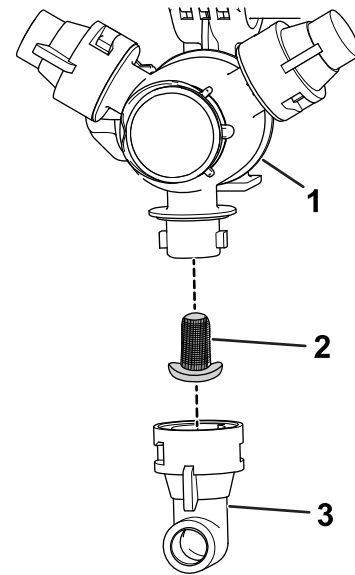

図 80
2. タレットからノズルを外す 図 80。
3. ノズルフィルタを取り外す 図 80。
5. ノズルフィルタを取り付ける 図 80。
6. タレットにノズルを取り付ける 図 80。